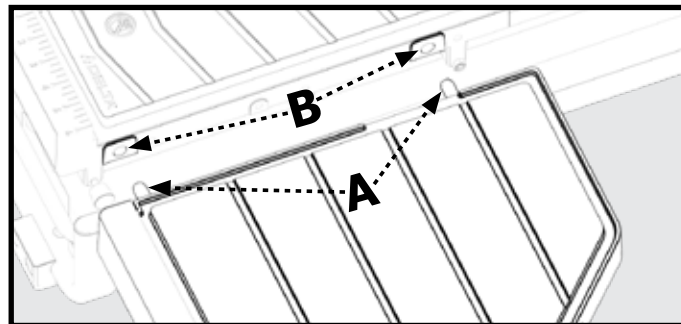

Figure 12
1. L'extension de table (17) s'installe sur le côté droit de la table de travail (4).
2. Positionnez la rallonge de table de sorte que les deux chevilles (A) soient alignées avec les trous (B) de la table de travail, comme illustré à la figure 12.
2. Fixez l'extrémité libre du tuyau d'eau dans le raccord de sortie (C, fig. 12) de la pompe submersible (7).
3. Placez la pompe dans la partie inférieure du plateau de collecte d'eau (1) à l'intérieur de la zone de confinement, comme indiqué sur la figure 12 et pressez fermement vers le bas de sorte que les ventouses aient bien adhéré.
4. Fixez le mou dans le tuyau d'eau et le cordon d'alimentation de la pompe à l'outil en utilisant les attaches fournies (D, fig. 12).